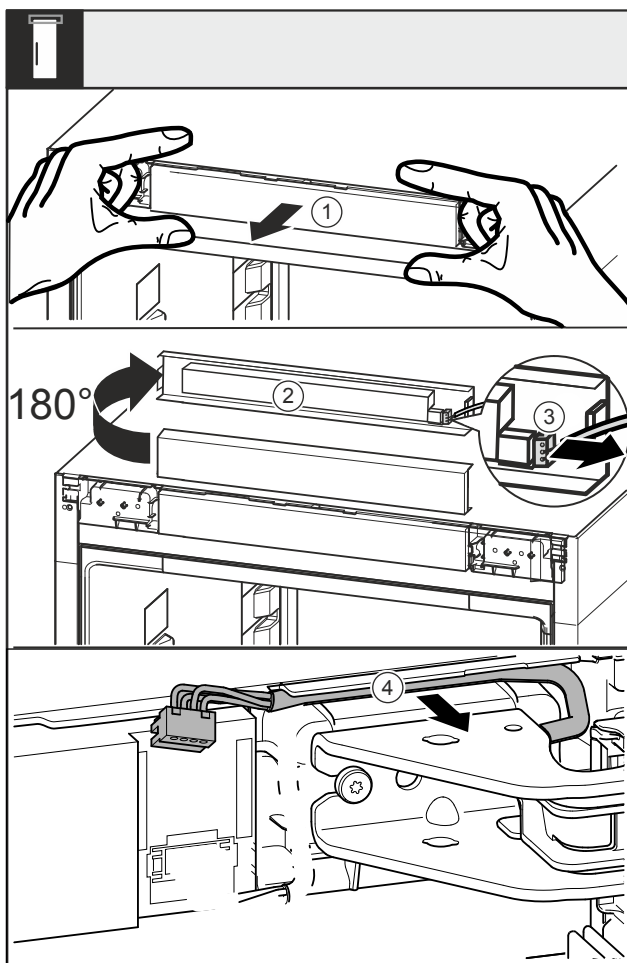

Fig. 17
- ▶ 小心地向前松开隔板 Fig. 17 (1)。
- ▶ 将隔板 Fig. 17 (2) 向上旋转 180°。
- ▶ 向后按住插头上的止动凸缘 Fig. 17 (3)，并小心地拉出插头。
- ▶ 将托架上方电缆 Fig. 17 (4) 从导向装置上松开。